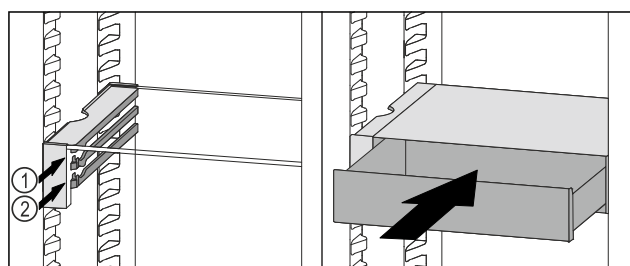

Fig. 131
- Placer le tiroir VarioSafe derrière les butées sur la nervure désirée Fig. 131 (1) ou Fig. 131 (2).